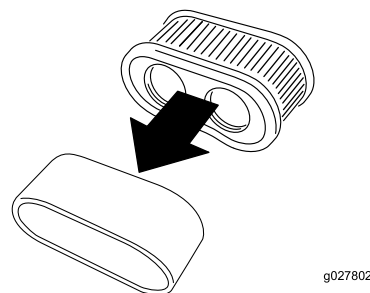

Figura 45
5. Separe os filtros de esponja e papel (Figura 45).